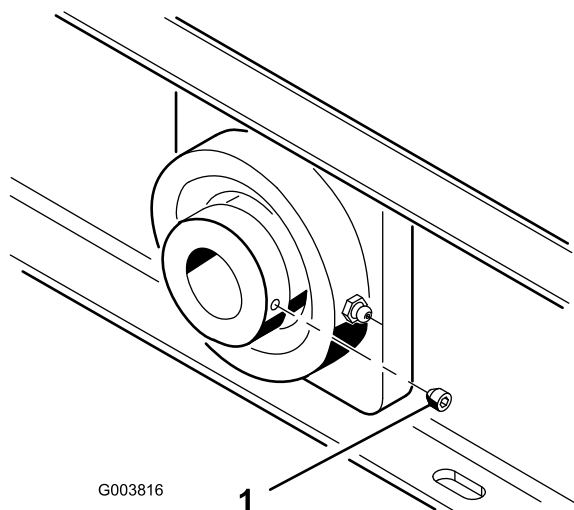

図 11
- ・ ファン・シャフト・ベアリングの固定ネジ（図 11）の締め付けトルク： 58-82 in-lb